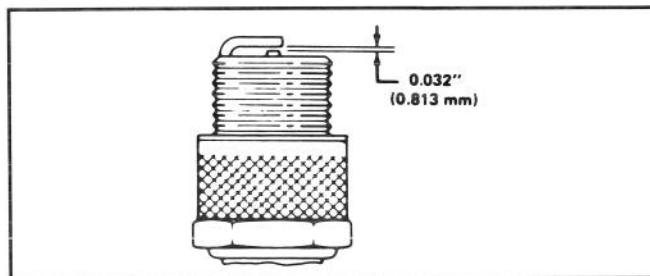

Abbildung 16
3. Den Luftsputz auf 0,8 mm einstellen (Abb. 16). Die auf den korrekten Abstand eingestellte Zündkerze mit einer Dichtungsscheibe versehen und auf 20 N·m anziehen.